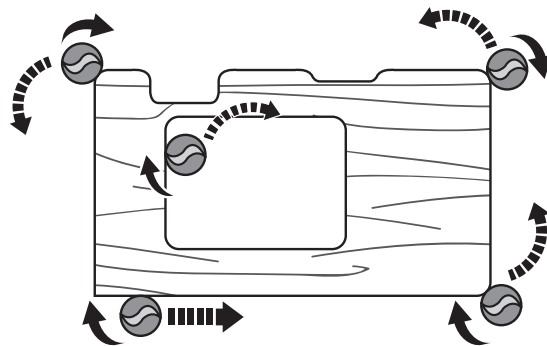

Fig. 21
- > Mova o produto para a direita para fresar nas partes internas da peça de trabalho (Fig. 21).